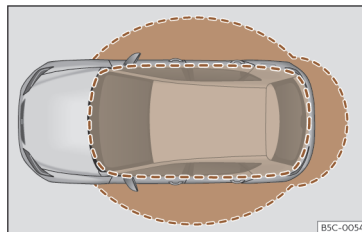

Fig. 75 Keyless Access: zonas de proximidade.
- O veículo destranca-se quando a chave da ignição se deteta numa área próxima >>> **Fig. 75**. Todos os indicadores de direção se acendem duas vezes.